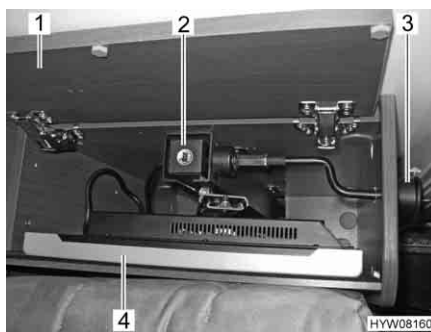

Fig. 54 Schermo piatto nel vano porta televisore
- Aprire la copertura (Fig. 54,1).
- Per scaricare le molle, spingere il meccanismo di sollevamento (Fig. 54,2) leggermente verso il basso.
- Tirare il bottone di sbloccaggio (Fig. 54,3). Lo schermo piatto (Fig. 54,4) si solleva automaticamente.